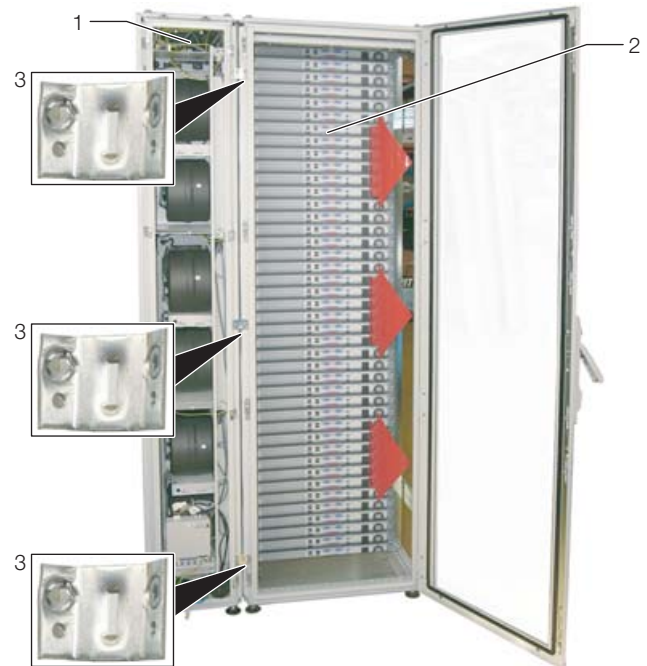

Рис. 17: Liquid Cooling Package Inline EC с серверным шкафом – вид сзади
- Закрепите по три соединителя при помощи винтов в предусмотренных руководством по монтажу точках крепления с передней и задней стороны Liquid Cooling Package Inline EC (рис. 17, поз. 1).
- Закрепите соединители (рис. 17, поз. 3) при помощи прилагаемых винтов в предусмотренных руководством по монтажу точках крепления на профиле с передней и задней стороны серверного шкафа (рис. 17, поз. 2). При необходимости слегка прижмите Liquid Cooling Package Inline EC к серверному шкафу, чтобы отверстия соединителей совпали с точками крепления.